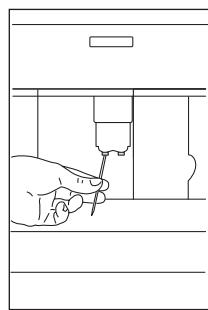

Fig. 34
- Verificați regulat ca orificiile din duza de cafea să nu fie blocate. Dacă este necesar, îndepărtați depunerile de cafea cu o scobitoare (Fig. 34).